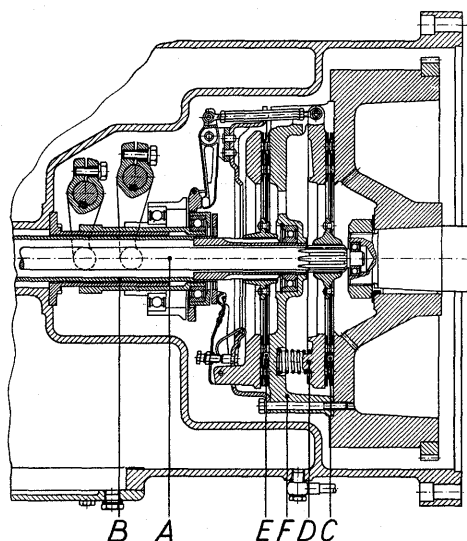

Fig. 22. Dobbeltkoblingen.
SUPER-modellen er udstyret med en dobbeltkobling bestående af to tørre enkeltpladekoblinger, der virker uafhængigt af hinanden og udløses gennem hver sin koblingspedal. Kørekoblingen (C) fig. 22, betjenes med den indvendige koblingspedal, der kun skal trædes halvt ned for at udløse koblingen. Kraftudtagskoblingen (PTO) (E) betjenes af den udvendige pedal, der ligeledes kun skal trædes halvt ned for at udløse koblingen. Når den indvendige pedal trædes helt i bund udløses først kørekoblingen og derefter PTO-koblingen. Når den yderste pedal trædes helt ned udløses først PTO-koblingen og dernæst kørekoblingen. Trædes begge pedaler samtidig halvt ned udløses begge koblinger samtidig. Dobbeltkoblingen er Borg & Beck type 11/199 - friktionsbelægnings diameter er 11".